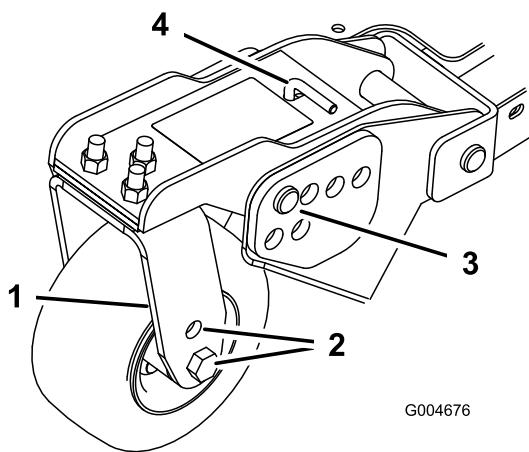
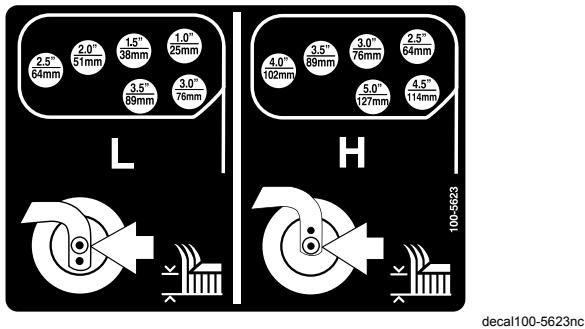

Рисунок 28
Рисунок 29
- Поместите оси поворотных колес в одинаковые отверстия во всех вилках поворотных колес (Рисунок 26 и Рисунок 28).
- Извлеките игольчатые шплинты и шплинтуемые штифты из рычагов поворотных колес (Рисунок 28).
- Поверните натяжную тягу, чтобы поднять или опустить поворотный рычаг до совмещения отверстий с выбранными отверстиями кронштейна высоты скашивания в раме деки газонокосилки (Рисунок 28 и Рисунок 29).